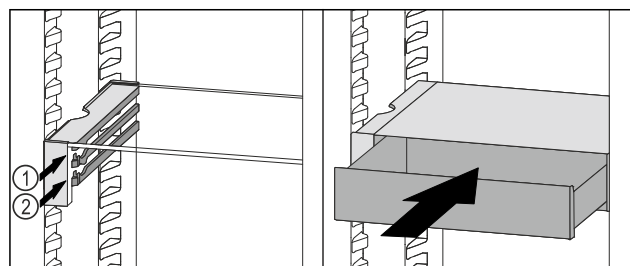

Fig. 91
- ▶ Założyć szufladę VarioSafe za stoperami na wybranych żebrach Fig. 91 (1) lub Fig. 91 (2).